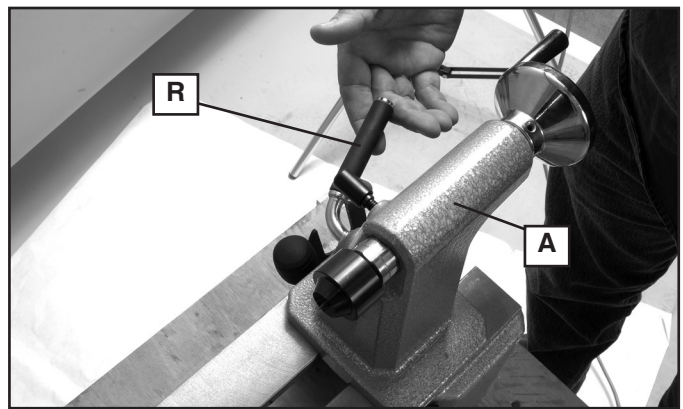
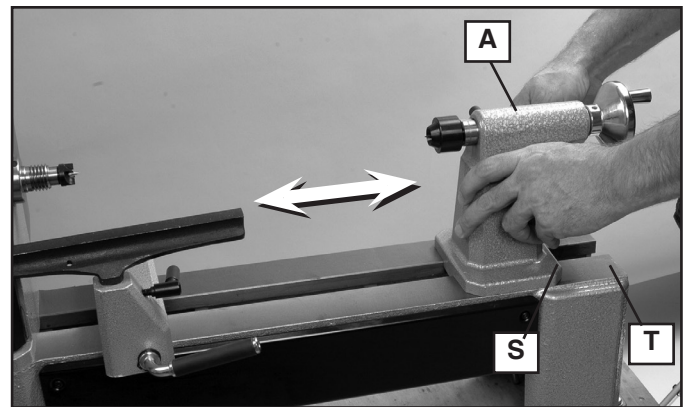

Fig. 10
Fig. 11
Para ajustar la posición del cabezal móvil (A), afloje la palanca de bloqueo (R) del cabezal móvil levantándola para trabarla en su lugar. Deslice el cabezal móvil (A) por la bancada Fig. 11 hasta la posición deseada. Ajuste la palanca de bloqueo (R) Fig. 10 del cabezal móvil presionando hacia abajo.
⚠ ADVERTENCIA: Para reducir el riesgo de lesiones, para evitar lesiones, no coloque el borde del cabezal móvil (S) Fig. 11 de modo que sobrepase el borde de la bancada del torno (T).
Para quitar el cabezal móvil (A) Fig. 10, destrabe la palanca de bloqueo (R) del cabezal móvil y deslícelo hasta quitarlo del extremo de la bancada del torno.